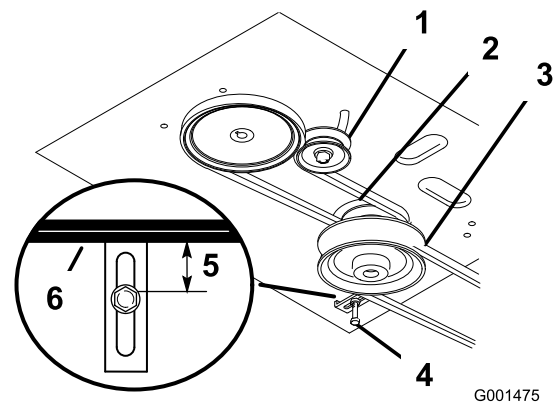

Figure 38
4. Enlevez la courroie du tablier de coupe (Figure 38).
moteur et des poulies d'entraînement (Figure 38).
6. Installez la courroie d'entraînement neuve sur les poulies de moteur et d'entraînement (Figure 38).
7. Insérez la poulie de tension dans le bâti du moteur pour tendre la courroie de transmission (Figure 38).
8. Installez la courroie du tablier de coupe (Figure 38).
9. Vérifiez le bon réglage du guide-courroie sous le bâti du moteur (Figure 38).
13. Vérifiez le bon réglage du guide-courroie sous le bâti du moteur (Figure 38).